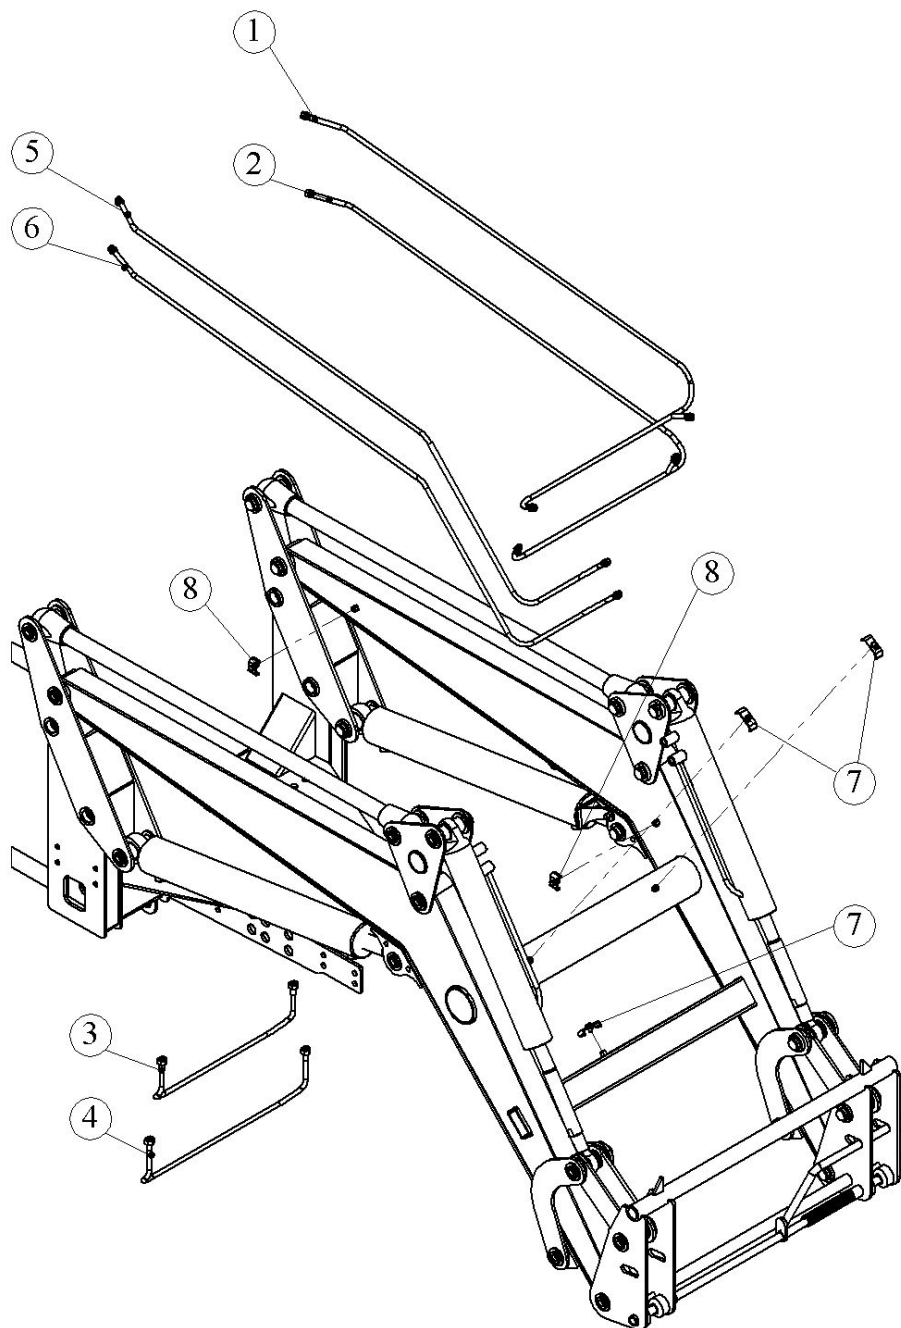

Рис. 7.7. Расположение трубопроводов
7.7. Расположение трубопроводов (рис. 7.7)